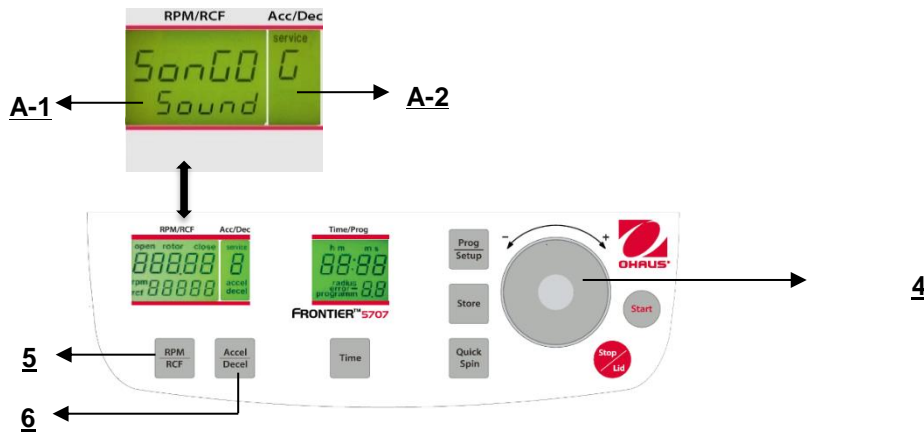

Figura. 31
Proceda como se describe en el punto 4.1.2 para ingresar en este modo de programa y luego presione el botón **"Accel/Decel"** (6). En la pantalla **"Acc/Dec"** (A-2) destella la palabra **"Service"**. Ahora seleccione la letra **"U"** con el dial de ajuste (4). Como resultado, en la pantalla **"RPM/RCF"** (A-1) aparecen las palabras **"Vol=0- 9/Sound"**. Después de presionar el botón **"RPM/RCF"** (5), puede ajustar el volumen deseado entre 0 (bajo) y 9 (alto) con el dial de ajuste (4) (vea la Figura 31).
Proceda como se describe en el punto 4.1.2 para ingresar en este modo de programa y luego presione el botón **"Accel/Decel"** (6). En la pantalla **"Acc/Dec"** (A-2) destella la palabra **"Service"**. Ahora seleccione la letra **"G"** con el dial de ajuste (4). Como resultado, en la pantalla **"RPM/RCF"** (A-1) aparece la palabra **"SonGo/Sound"**. Después de presionar el botón **"RPM/RCF"** (5), puede seleccionar una melodía con el dial de ajuste (4). (Vea la Figura 31).